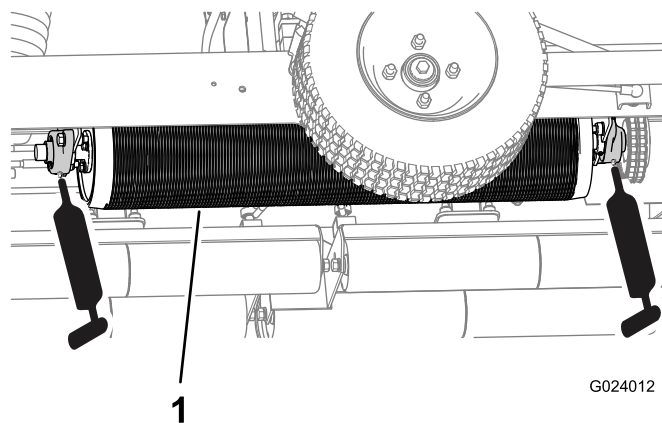
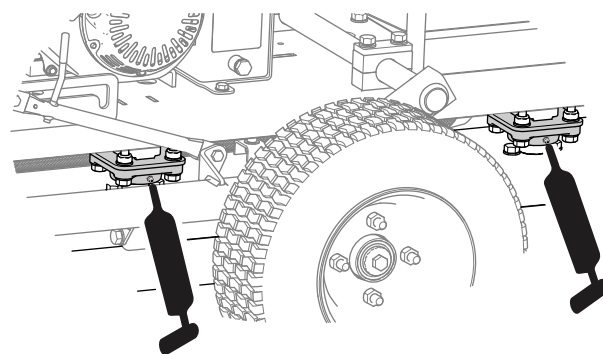

図 21
図 22
2. グリスポンプを使ってグリスを注入する 図 21 と図 22 を参照。